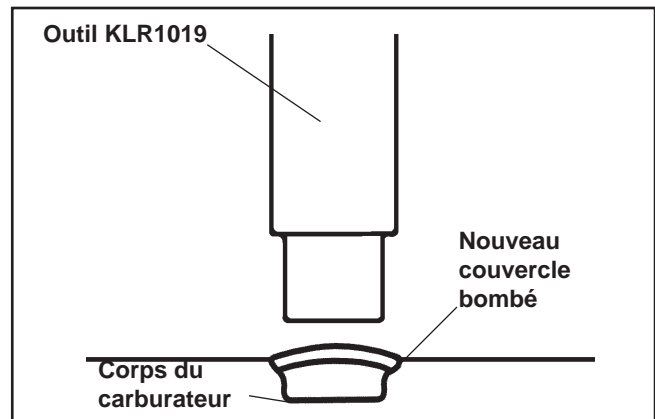

Figure 5-13. Installation du couvercle bombé.
3. Utiliser l'extrémité de l'outil qui est environ de la même taille que le couvercle et **aplatir** le couvercle. Ne pas forcer le couvercle sous la surface de la cavité. Voir la figure 5-13.